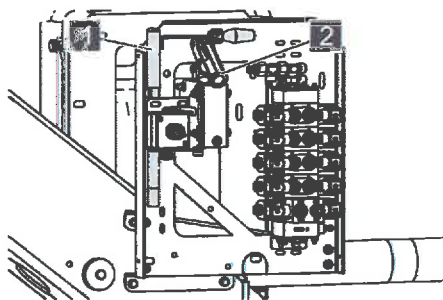

Abb. 81: Handhebel
3. Den Handhebel (Abb. 81/1) herausnehmen und in den Zapfen (Abb. 81/2) der Handpumpe eindrehen.